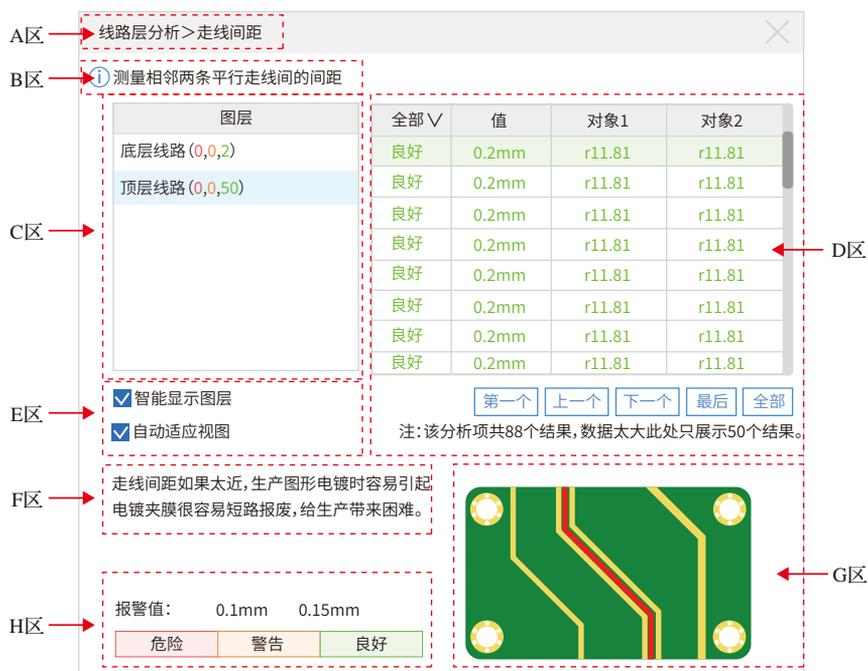

图 12-28 分析项结果查看详情
分析检测的详细结果可以通过如图 12-28 所示的界面查看。
(1) A 区：标题栏，内容格式为“分析模块名称 > 分析项名称”，本图例中分析模块名是“线路层分析”，分析项名称是“走线间距”。
(2) B 区：该分析项的功能简述。
(3) C 区：图层选择。某些分析项是按层归类汇总的，每个层名后面标注了该分析项的报告数量，如图 12-28 中的“顶层线路 (0, 0, 50)”，这三个数字分别用红、橙、绿展示，依次表示（危险：0 个，警告：0 个，良好：50 个）。关于这个分级详见 H 区。
(4) D 区：分析项的各个记录，这是一个列表控件。
(5) E 区：主图形区域的显示控制，若选中“智能显示图层”，则定位每个测量结果时无关的层会自动关闭；若选中“自动适应视图”，则定位每个测量结果时会自动以一个合适的缩放比例显示在屏幕上。
(6) F 区：该分析项的功能详细描述，相对于 B 区，侧重于讲解该分析项违规之后对生产造成的隐患。
(7) G 区：该分析项的作用示意图。
(8) H 区：报警等级指导规则，D 区中的值属于哪个等级是通过这里的规则定义的。